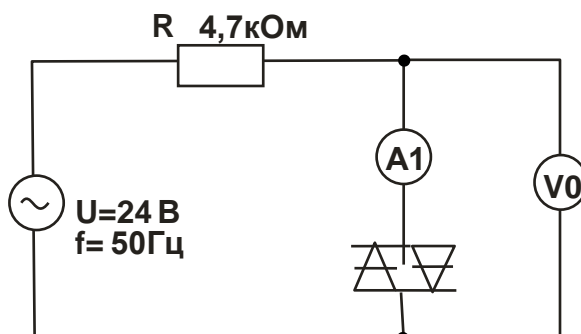

Рис. 6.1.4
- Соберите цепь, схема которой показана на рис. 6.1.4.